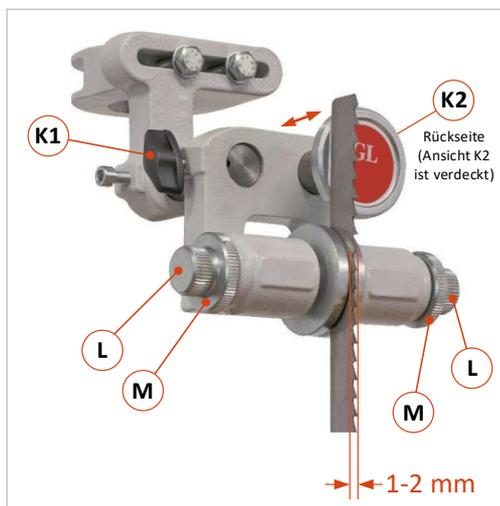

Abbildung 22: Einstellung der GL-Führungen
- Kontermuttern (M) der beiden Seitenlagerhülsen (L) lösen.
- Die beiden Seitenrollen mit den Seitenlagerhülsen (L) so nach außen verstellen, dass ein neu aufgelegtes Sägeblatt frei zwischen diesen laufen kann.
- Knebelschraube (K1) lösen und die komplette Führung auf dem Tragbolzen (B) durch Verschieben so einstellen, dass die Vorderkanten der Seitenrollen ca. 1 - 2 mm hinter dem Zahngrund des Sägeblattes stehen (siehe ⇒ Abbildung 22).